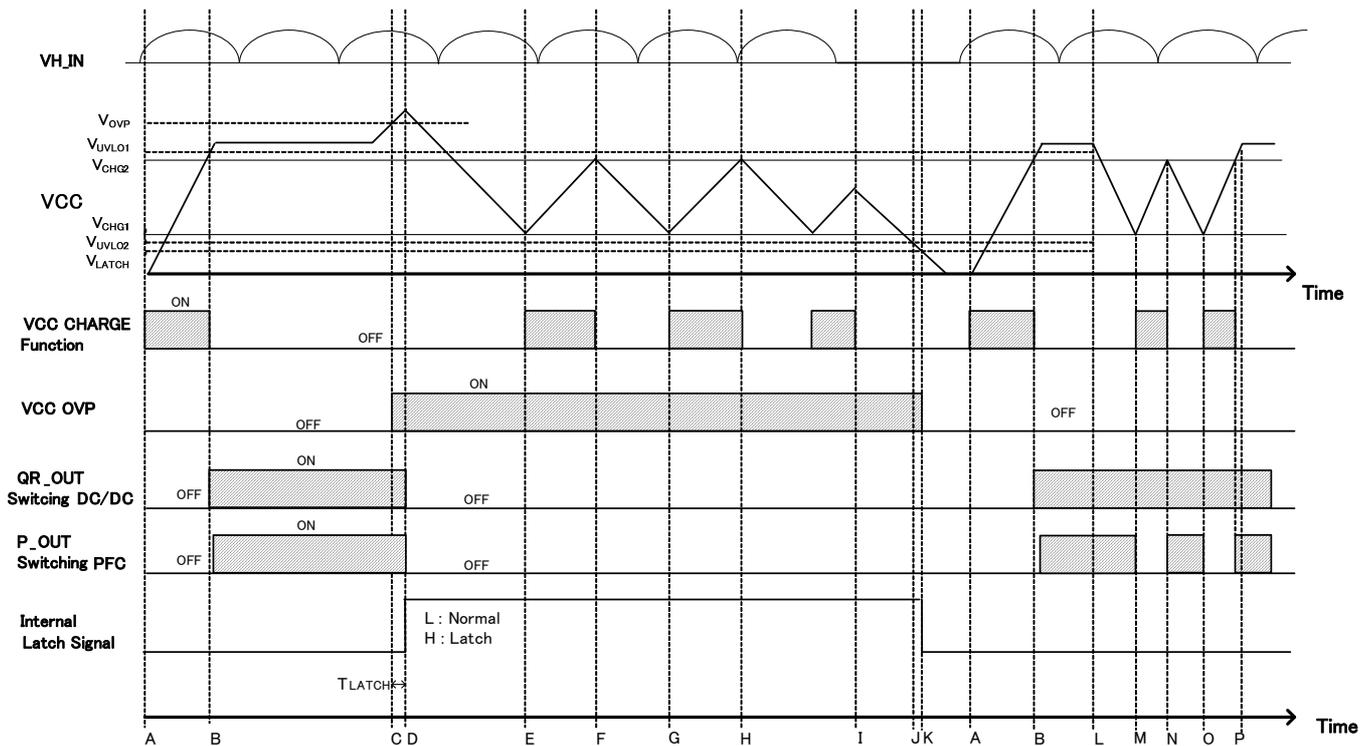

Figure 7. VCC UVLO / VCC OVP / VCC Charge Function タイムチャート
L: BR 端子で AC を 7 発連続で検知。AC 電圧に応じた ACIN の設定で動作開始。Figure7 では ACIN=H と検知したため、PFC 基準電圧=2.5V の設定で動作します。
VCC 端子を充電して、VCC 端子 > V_{CHG2} に上昇すると充電を終了して、PFC 動作も再開します。この動作を Figure7 に示します。ただし、VH_IN 電圧は AC 入力のため、AC 電圧が低い範囲では充電できません。この期間、VCC 充電機能動作しますが、VCC 端子に充電されません。AC 電圧が低いときでも、VCC 端子が UVLO まで低下しないように、VCC コンデンサを調整してください。VCC コンデンサ容量値は 22uF 以上を推奨します。また熱暴走を防ぐために、VCC 充電動作は IC の過熱保護が動作した場合も停止します。
- K: VCC 端子電圧 < V_{LATCH} ラッチ解除されます。その後、再度 VH_IN が投入され、起動回路により VCC 電圧が充電され、VCC UVLO が解除されます。この起動動作は Figure7 A,B と同様になります。